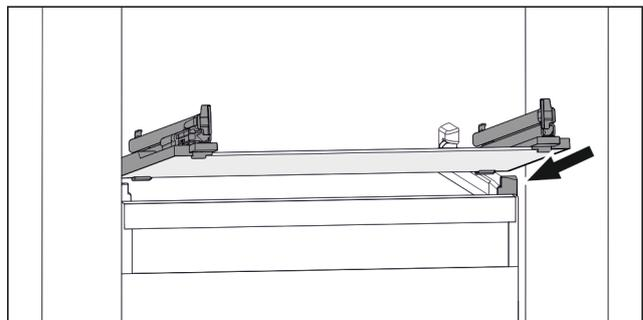

Fig. 105 Beispielhafte Darstellung der Glasplatte
- ▶ Glasplatte schräg hinter den Stopperrahmen aufsetzen. (siehe Fig. 105)